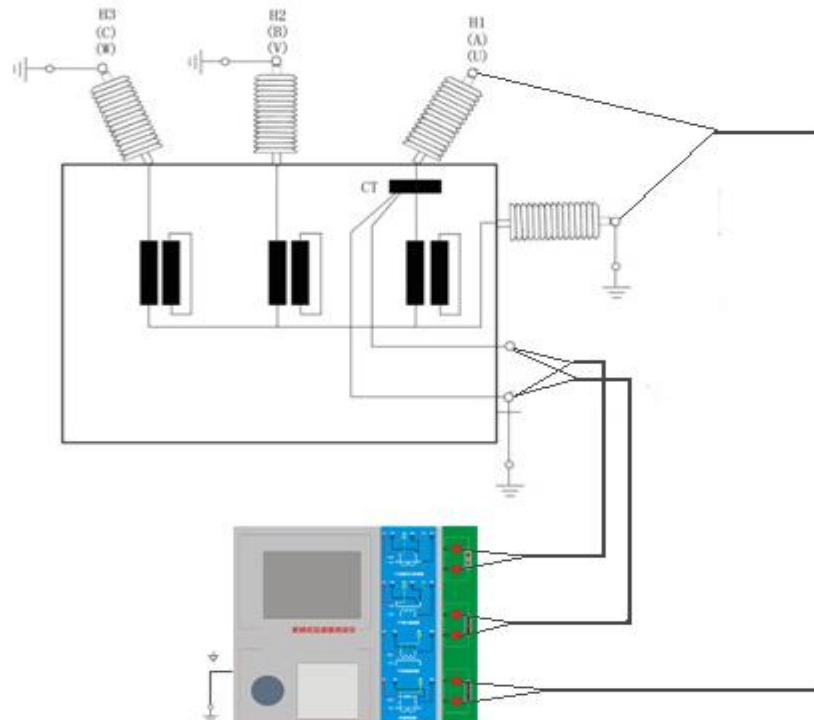

图 C. 3 测试仪对变压器上套管 CT 进行测试时的接线方式
2. 测试仪进行变压器套管 CT 测试时的接线方式如图 C. 3 所示。